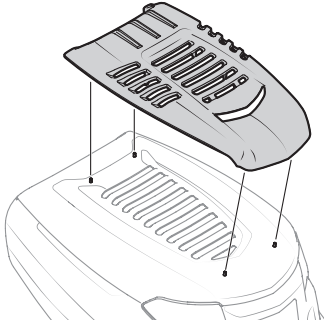

Figure 5
3. Enclenchez le couvercle de prise d'air sur le capot (Figure 5).